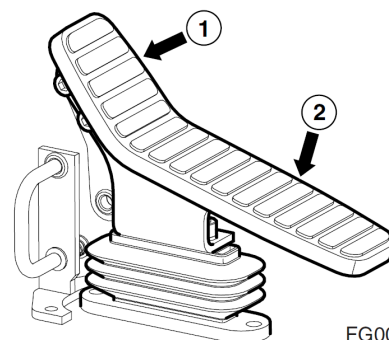

Рис. 96
1. Нажатие конца педали (1, рис. 96) используется для вращения переднего навесного оборудования (LH линия высокого давления).
2. Нажатие конца педали (2, рис. 96) используется для вращения переднего навесного оборудования (RH линия высокого давления).